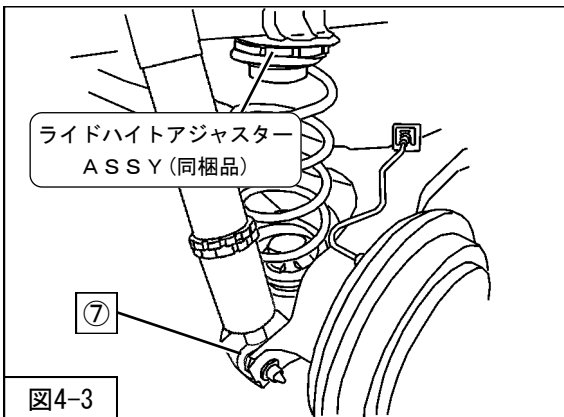

図4-3
- 5. アクスルビームをジャッキで下から支えながら、ラバーシート（同梱品）ライドハイトアジャスターASSY（同梱品）リアスプリング（同梱品）ロアマウンティングラバー（純正部品加工）を車両に取付けてください。（図4-3）
- 6. スペーサー（同梱品）をリアショックアブソーバASSY下側のブッシュ両端に取付け、リアショックアブソーバASSY（同梱品）⑦リアショックアブソーバASSYロア取付ボルト（締付トルク：54N・m）を取付けてください。（図4-3・図4-4）